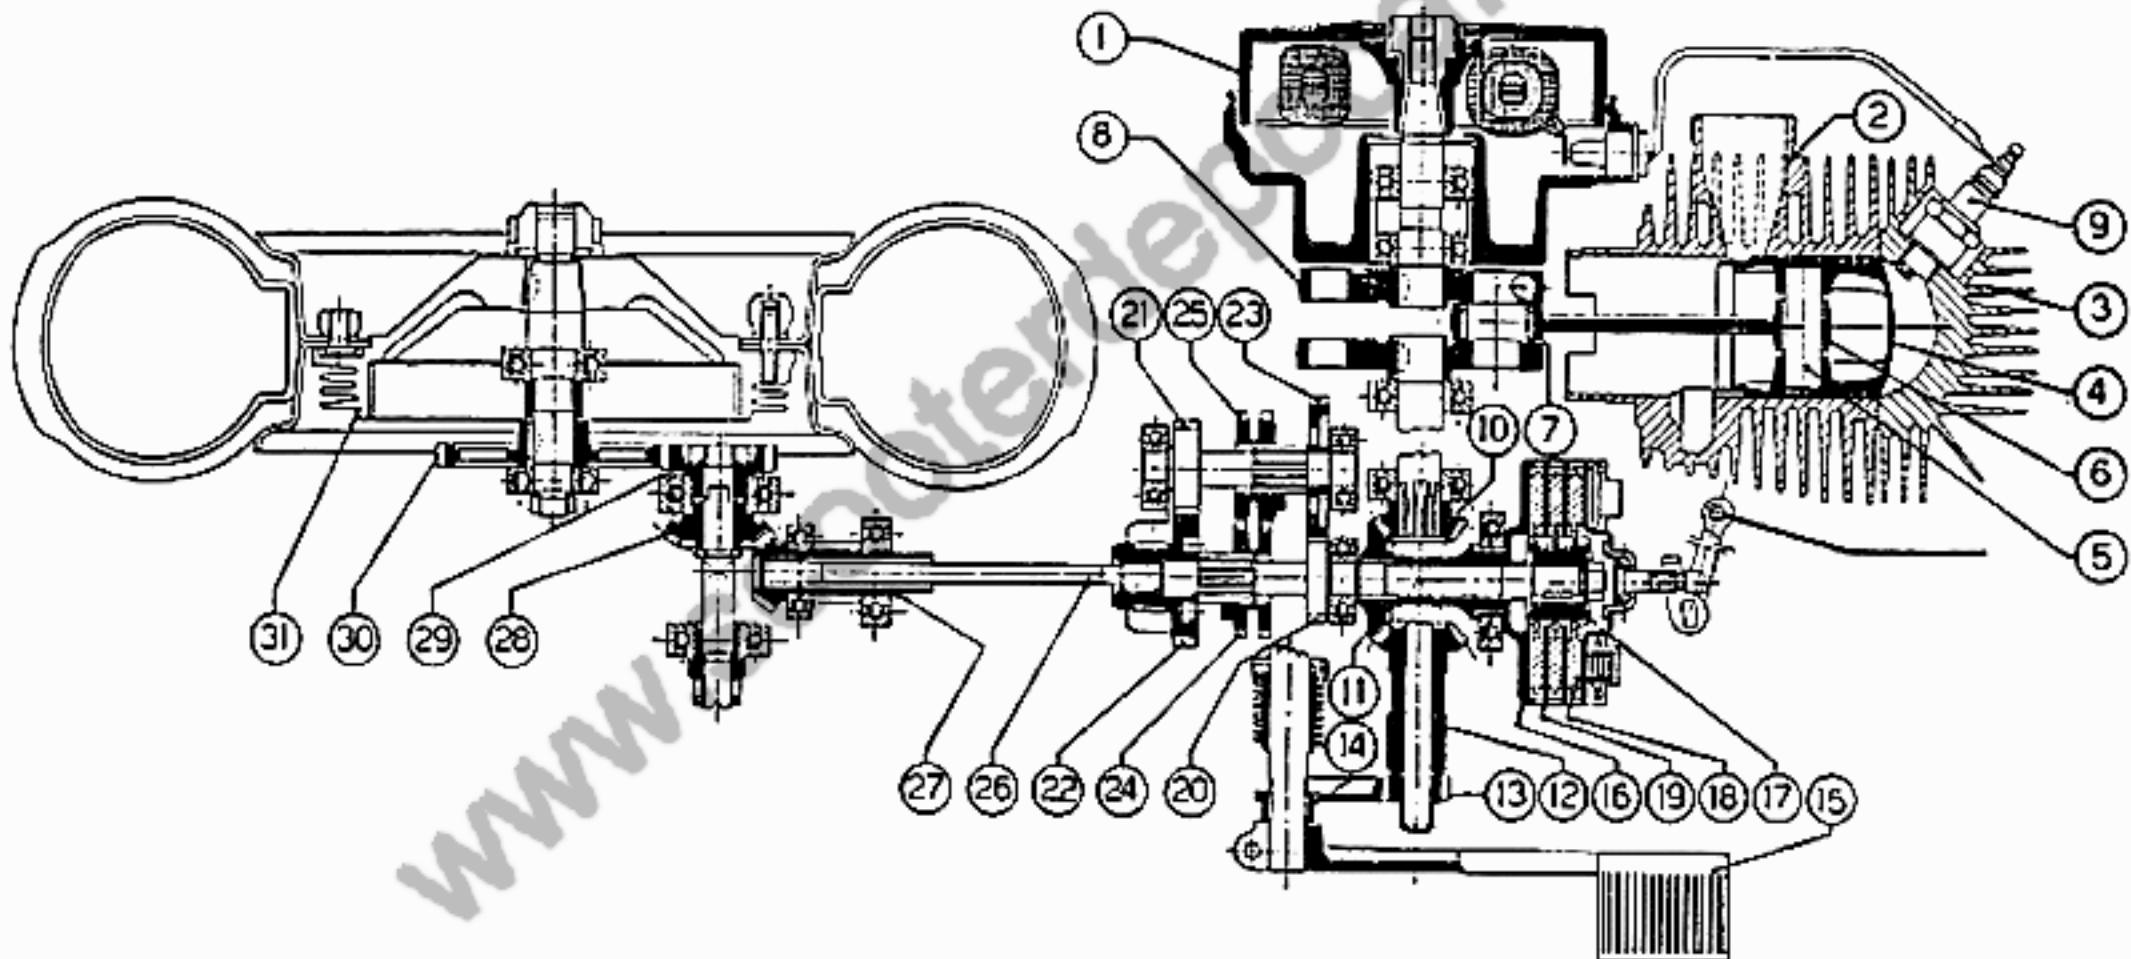

Fig. 6
Il carter motore ed il carter trasmissione fusi in suono ed ulteriormente trattati hanno, oltre alle funzioni sudette, il compito di racchiudere tutti gli organi principali del motore. Sulla sinistra del carter motore è disposto il volano magnete (1) (vedi fig. 6) che, oltre a generare l'alta tensione per l'accensione del motore, fornisce anche l'energia a bassa tensione necessaria all'alimentazione del tanfo. Su questo sono situati la frizione, il cambio, e gli organi di trasmissione, al centro il gruppo motore vero e proprio.
Gli organi principali costituenti il gruppo motore sono l'albero motore (5) che lavora su due coppie di cuscinetti a sfere, la biella (6) coniata in acciaio speciale con cuscinetto di testa su rullini (7) e sede dello spinotto 5 su cromone, il pistone (4) stampato in lega leggera e fusa (fig. 6, n. 2) in ghisa speciale e la testa (3) fusa sotto pressione in lega leggera.